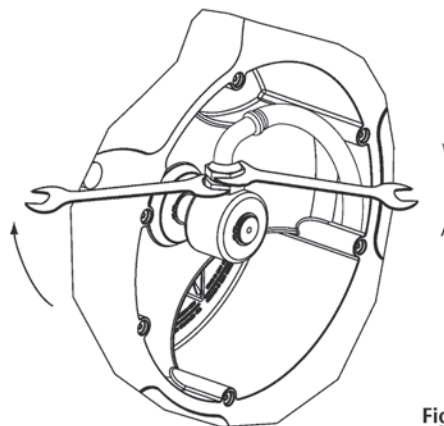

Fig. 16
- Unscrew the nuts with two spanners (fig. 16).
- Con dos llaves, aflojar la manguera de la rótula (fig.16).